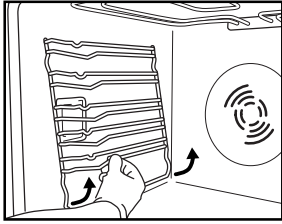

Fig. 3
1. Scoateți grătarele laterale de susținere a accesoriilor (Fig. 3).
2. Scoateți grătarele laterale de susținere a accesoriilor, dacă există (Fig. 3).